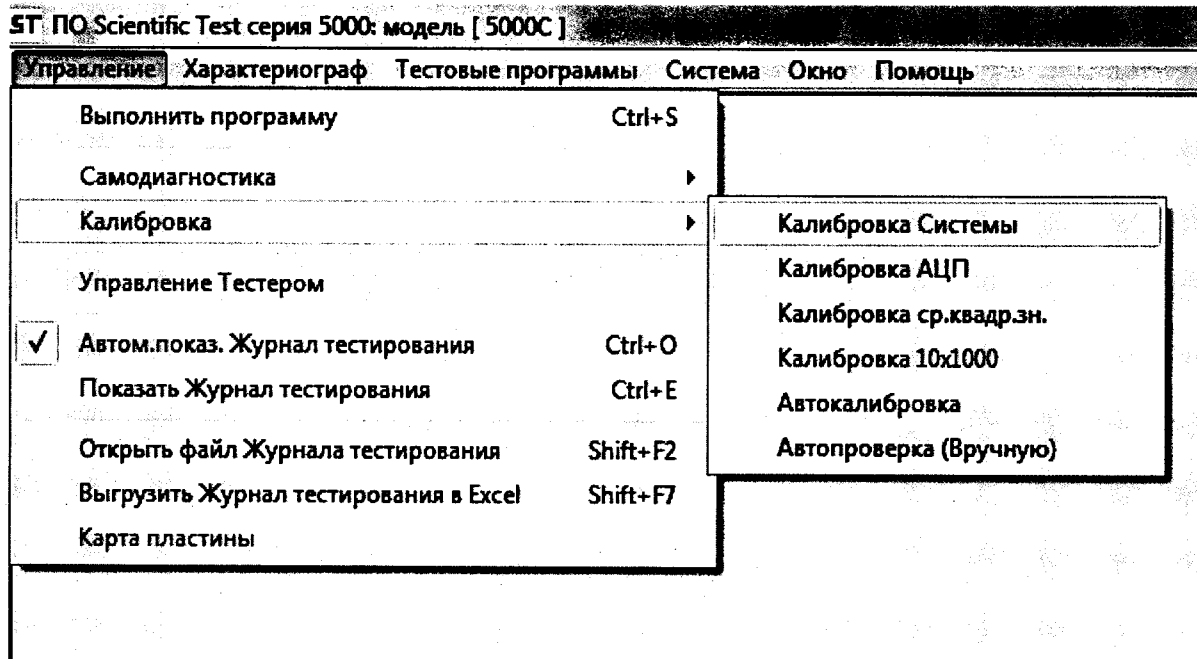

Рисунок 2 – Установка режима калибровки
7.2.5.2 Запустите программное приложение PCW. Выберите пункт меню Управление->Калибровка->Калибровка Системы (рисунок 2).